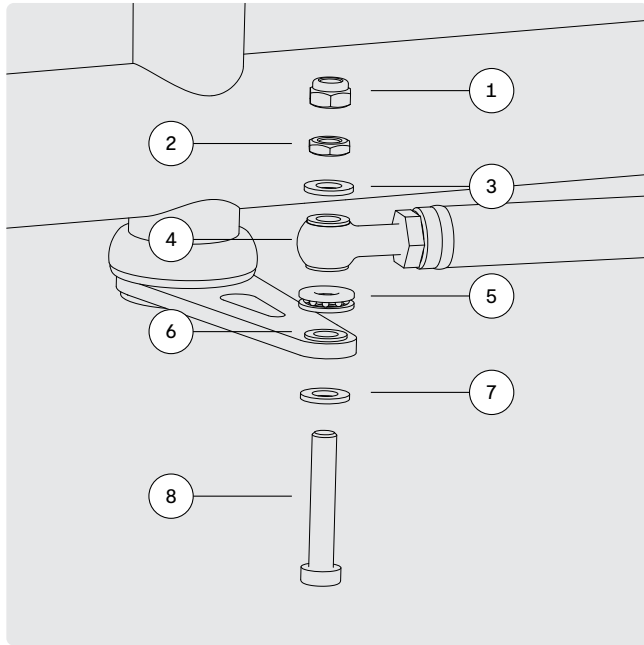

FIG. 10
- 1 Far passare il braccio del tubo dello sterzo e il golfare del tirante dello sterzo l'uno sull'altro e montare i singoli elementi l'uno sull'altro nell'ordine corretto come illustrato nella fig. 10 alla pagina seguente